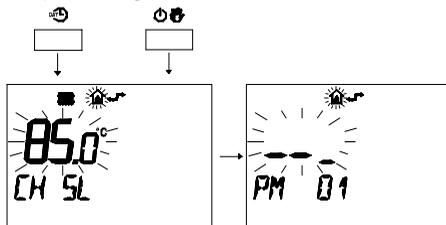

fig. 8.3
- 2 Premere contemporaneamente i pulsanti e per entrare nella programmazione trasparente fig. 8.3